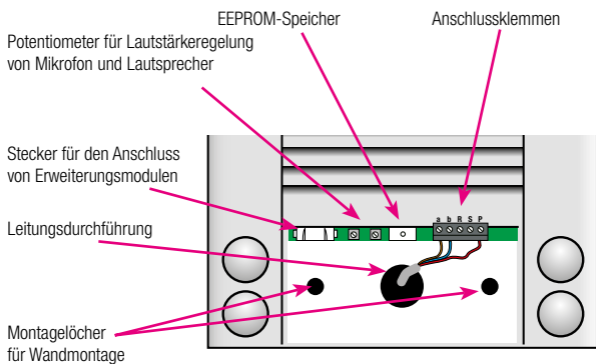

Abb. 2: Anschlussklemmen und Montagelöcher sichtbar machen
3. Das Namensschild nach unten schieben, bis die Anschlussklemmen sichtbar sind (Abb. 2).
Für eine Erweiterung der Audio-Außensprechstelle um weitere Klingeltaster schließen Sie an dieses ein bzw. mehrere Erweiterungsmodul(e) an. Niko empfiehlt Erweiterungsmodule, die gleich groß wie die Audio-Außensprechstelle sind (siehe Kapitel 6). Schließen Sie die Erweiterungsmodule über das entsprechende Verbindungskabel am dafür vorgesehenen Audio-Außensprechstellenstecker (Abb. 2 und 3) an.
Die Lautstärke von Mikrofon (Innensprechstelle) und Lautsprecher (Audio-Außensprechstelle) kann mit dem auf der Innensprechstellenplatine befindlichen Potentiometer (Abb. 2 und 3) eingestellt werden. Ein Drehen nach links verringert die Lautstärke, während ein Drehen nach rechts die Lautstärke erhöht.